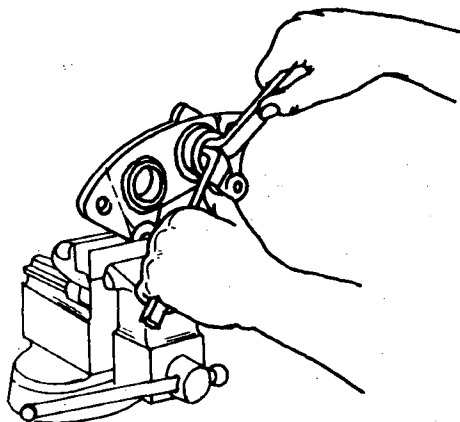

Fig. 4
- g Remova os êmbolos do sistema hidráulico (fig. 4).